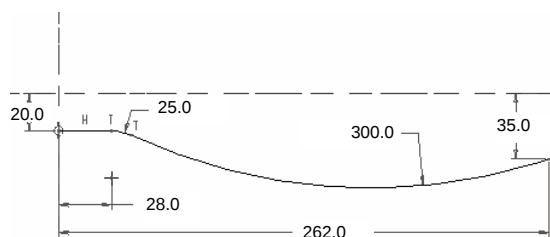

图 6.7.27 截面草图
(2) 定义草绘截面放置属性：设置 TOP 基准平面为草绘面；采用默认的草绘视图方向；RIGHT 基准平面为草绘平面的参考；方向为 **右**；单击 **草绘** 按钮。
(3) 创建草绘图。接受默认草绘参考，然后绘制图 6.7.27 所示的截面草图，完成后单击按钮 .